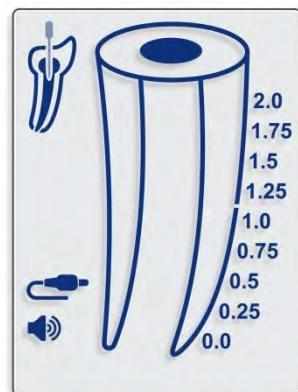

Fig. 4
- 7.4.7. Antes de conectar al paciente el cable de medición con el clip labial y el clip de lima acoplados, enchúfelo en el receptáculo del dispositivo y asegúrese de que el ícono del cable aparece en la pantalla (fig. 4).